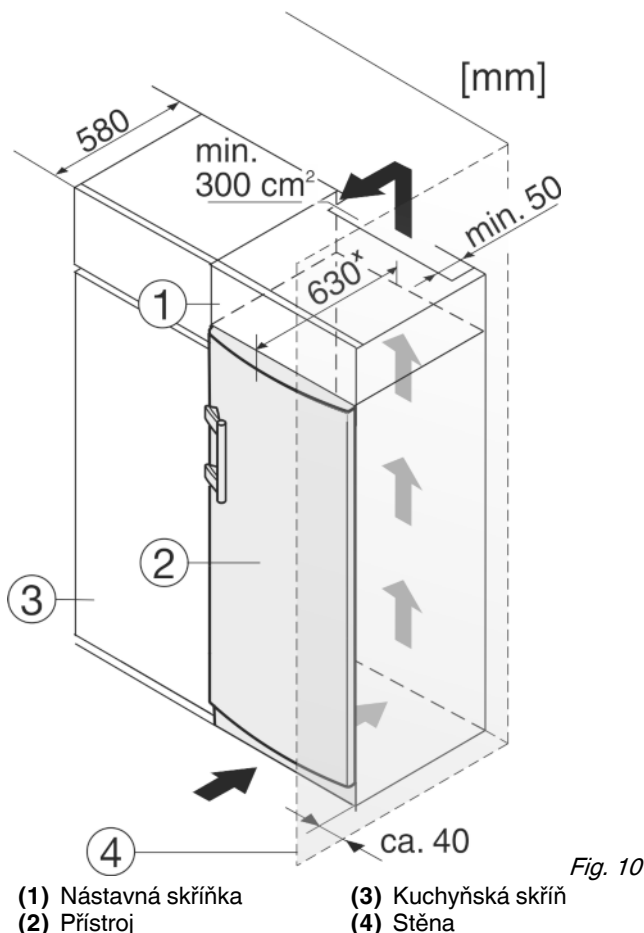

Fig. 10
Zařízení lze zabudovat do vybavení kuchyně. K vyrovnání přístroje Fig. 10 (2) na výšku kuchyňské linky lze na přístroj nasadit odpovídající nástavec Fig. 10 (1).
Při montáži do kuchyňských skříní (hloubka max. 580 mm) lze přístroj instalovat hned vedle kuchyňské skříně Fig. 10 (3). Přístroj přesahuje přední stěnu kuchyňské skříně na stranách o 34 mm* a uprostřed o 50 mm*.
Když se přístroj instaluje závěsy vedle stěny Fig. 10 (4), musí být vzdálenost přístroje od stěny alespoň 40 mm. To odpovídá přesahu madla při otevřených dveřích.